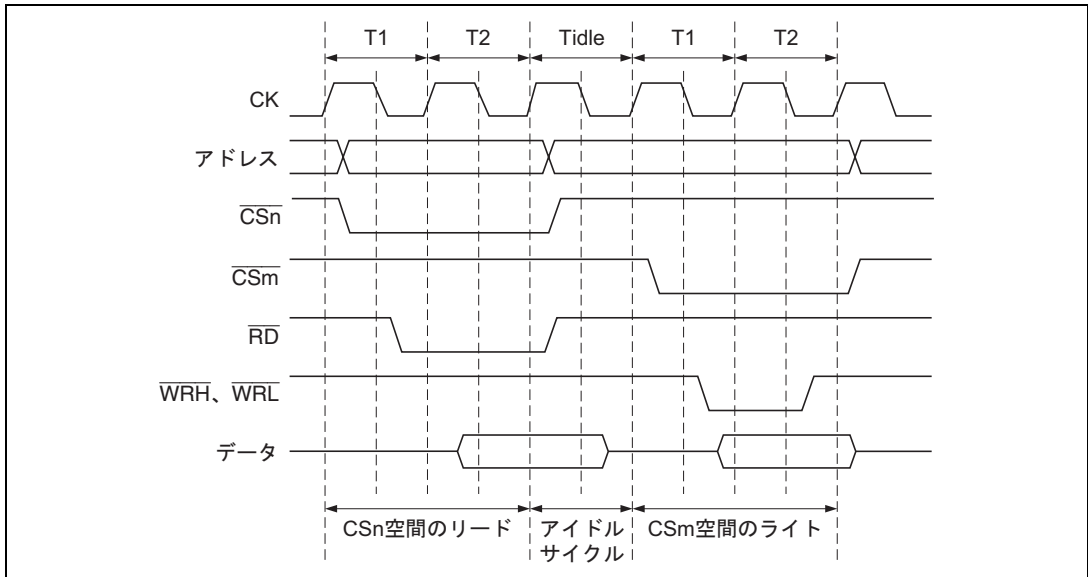

図 9.7 アイドルサイクル挿入例
(1) リードサイクル後のライトサイクル、(2) リードサイクル後の異なる CS 空間に対するリードサイクル、の 2 つの場合、BCR2 の IW31～IW00 ビットによって指定されたサイクル数だけアイドルサイクルが入るようウェイトを挿入します。アクセスサイクル間にもともとアイドルサイクルが存在する場合は、指定されたアイドルサイクル数からその空きサイクル数を除いたサイクルだけウェイトを挿入します。図 9.7 にサイクル間アイドルの例を示します。この例では、 \overline{CSn} 空間のサイクル間アイドルに 1 を指定した場合に、 \overline{CSn} 空間のリードサイクルの直後に \overline{CSm} 空間のライトを行うとき、1 アイドルサイクルが挿入されることを示しています。